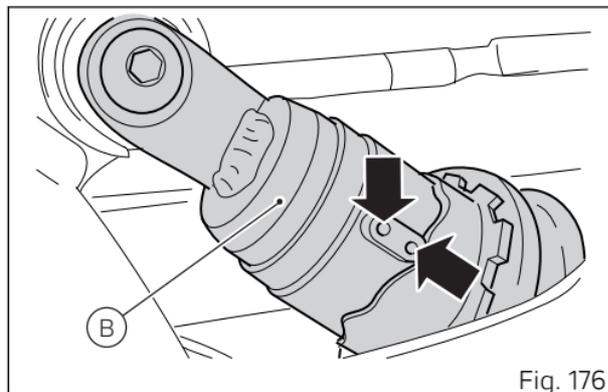

Fig. 176
El valor de la tensión cadena es válido si el amortiguador trasero (B) se encuentra en la condición de default, o sea 2 marcas desde todo precargado, como ilustra (Fig. 176).